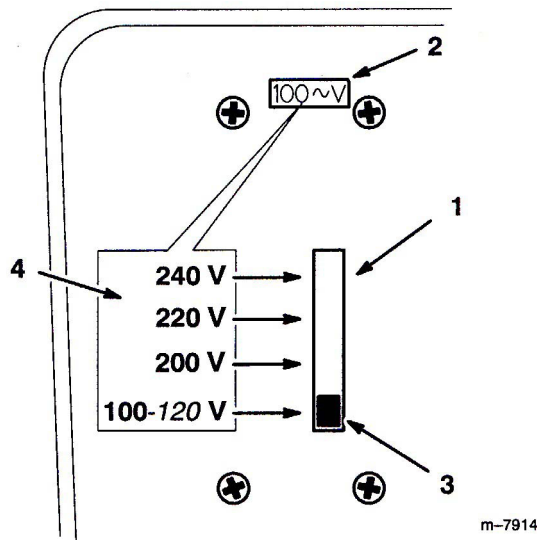

図13
1. チャージャの裏面にある電圧セレクトアを探し出す (図13)。
2. 選択スイッチを上下に動かして、電源の電圧に合わせる (図13)。